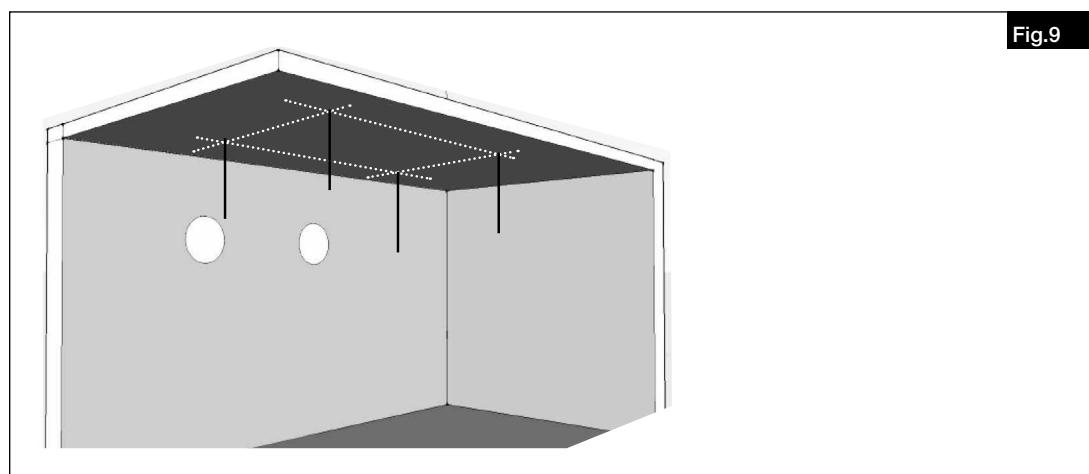

Fig.9
3. Installer les tiges filetées à la longueur appropriée (voir Fig.9).